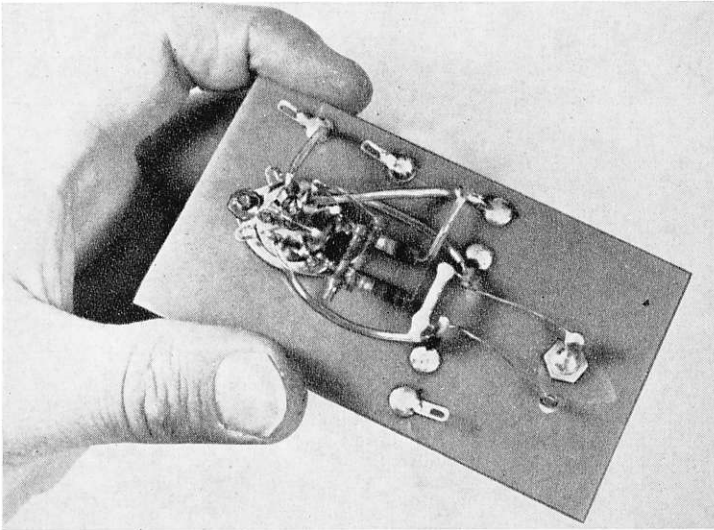

Fig. 409.
- 13) Den ena av de två 82 pF-kondensatorerna lödes mellan stift 2 och 5 och den andra mellan stift 3 och 6 på rörhållaren. Se fig. 409.